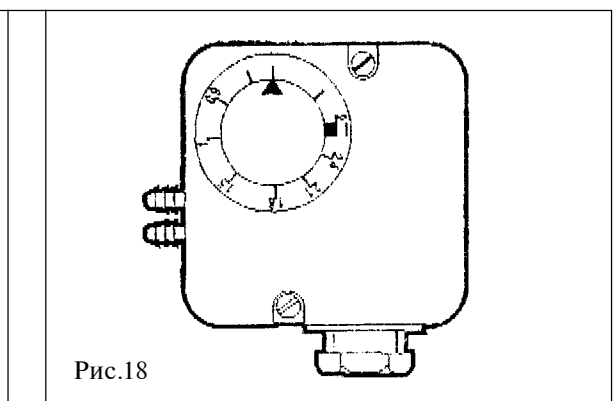

Рис.18
4.4. Датчик давления воздуха (Рис. 18)
Начинайте настройку с самого низкого давления (Рис. 18).